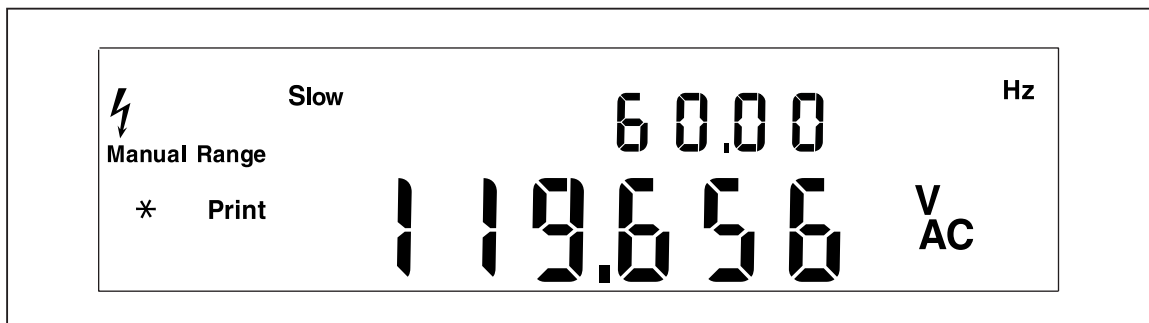

Figura A-1. Esempio di doppio display indicante tensione in c.a. e frequenza
5. Inserire le sonde dei cavetti di prova in una presa a muro. Il display risulterà simile alla Figura A-1. Il display effettivo dipende dall'alimentazione elettrica locale.